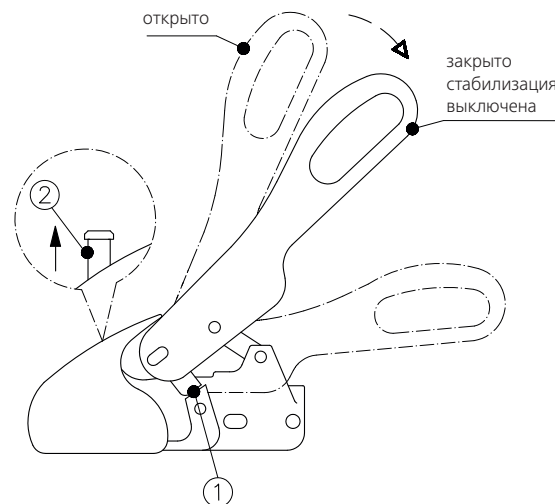

Рисунок 4: отсоединение
Для выравнивания прицепа воспользуйтесь, пожалуйста, установленными на прицепе поручнями вместо рычага управления WS 3000/WS 3500. Открытое ТСУ насаживается на сцепной шар автомобиля-тягача. (Рис. 4). За счет нагрузки на сцепной шар и возможной дополнительной нагрузки на дышло ТСУ автоматически запирается и боковые стопорные серьги (1) стоят параллельно к стопорной поверхности на корпусе. (Рис. 4). Если сцепной шар находится в картере сцепления, виден зеленый штифт контрольной индикации (2). (Рисунок 4).
Если прицеп не эксплуатируется длительное время, его следует поставить на стоянку с закрытым ТСУ. Для этого поднять открытый рычаг управления (Рис. 4), одновременно потянуть вперед упор шара (подвижный элемент - Рис. 9) или вдавить в полость шара SAFETY BALL и медленно закрыть рычаг управления.